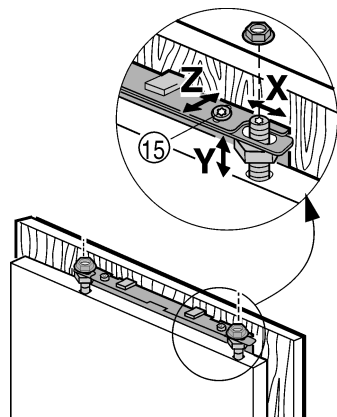

Fig. 22
- ▶ Alinear la puerta del mueble a la profundidad Z: suelte los tornillos Fig. 22 (15) en la parte superior, los tornillos Fig. 23 (24) en la parte inferior y, después, desplace la puerta.